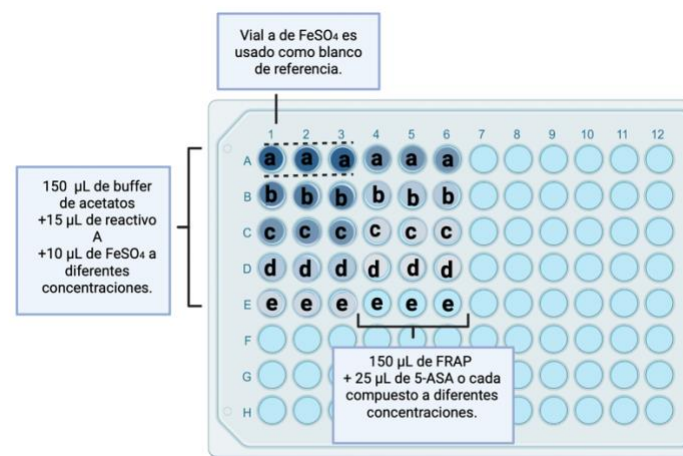

Figura 3. Ejemplo de placa de 96 pozos con un compuesto, 5-ASA. En una placa será posible evaluar 4 compuestos.
5. Preparar la solución FRAP en una proporción 10:1:1 mezclando 10 mL de buffer de acetatos, 1000 µL del reactivo **A** con 1000 µL del reactivo **B**, suficiente para evaluar 4 compuestos en una placa de 96 pozos, como se muestra en la Figura 3, sin considerar la curva estandar de FeSO₄ que no lleva solución FRAP.
corresponden a **A_c** de cada concentración. Considerar que la concentración de 5-ASA se diluye 7 veces, por lo tanto, la concentración en los pozos será 35, 18, 9, 4.5 y 2.2 µM Ver figura 3.